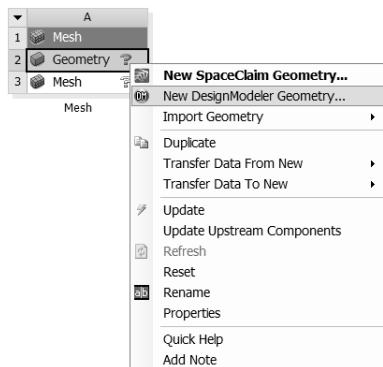

图 3-74 创建几何文件
Step3：右击项目 A 中的 A2（Geometry）栏，如图 3-74 所示，在弹出的快捷菜单中选择 New DesignModeler Geometry 命令。